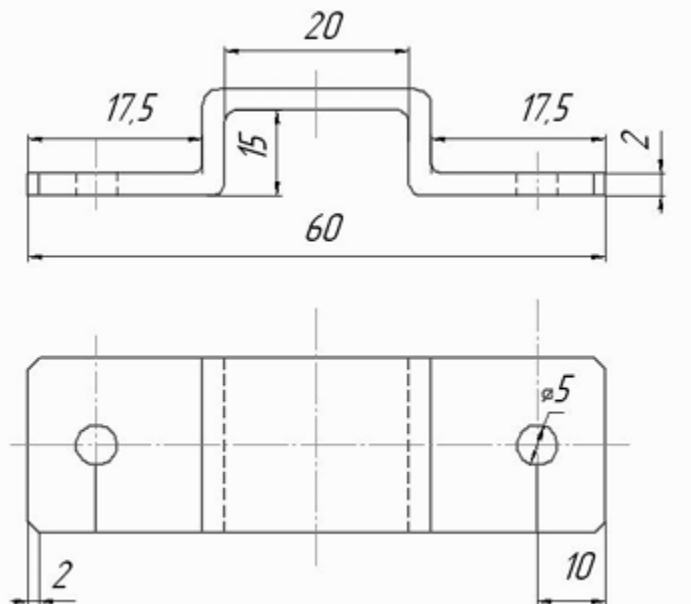

Рисунок 16 - Эскиз скобы
- определяют длину развёртки заготовки (рисунок 16), складывая длину сторон скобы с припуском на один изгиб, равным 0,5 толщины полосы: